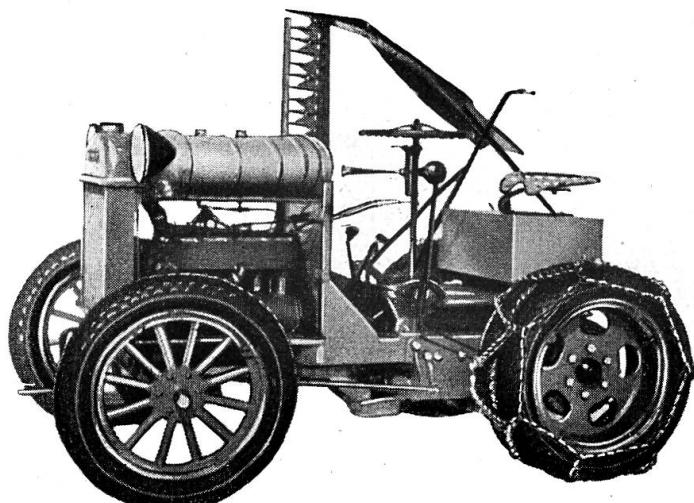

Fig. 1:
Le premier tracteur Bührer fut construit en 1930 dans les ateliers de Fritz Bührer, qui était établi alors à Frauenfeld (voir fig. 1). Cette machine, munie de pneumatiques (même de pneumatiques jumelés aux roues arrière) et qui comportait déjà une transmission à commande par ritzels, trouva rapidement un accueil favorable. Elle fut perfectionnée l'année suivante par l'adjonction d'un démarreur électrique. De 1931 à 1936, les tracteurs Bührer furent construits sous licence dans une fabrique de machines, à Bäretswil (ZH). En 1936, Fritz Bührer devint le propriétaire de cette entreprise et, au cours de la même année, un nouveau modèle sortit des ateliers. Il comportait pour la première fois une direction à braquage total, une commande par ritzels intérieurs, des freins de direction et un appareil faucheur à plus d'une vitesse. En 1940, la fabrique de Bäretswil était devenue trop petite. Etant donné qu'une extension des bâtiments existants était impossible du fait de l'espace restreint à disposition, les installations furent transférées à Hinwil, où se trouvaient des locaux vides pour ateliers et qui étaient favorablement situés. Au cours de l'après-guerre, il y eut une très forte demande de tracteurs Bührer. En 1951, les fabrications ont bénéficié du perfectionnement que représentait la boîte à 10 vitesses. L'adaptation des tracteurs en vue de leur utilisation pour différents genres de tra-